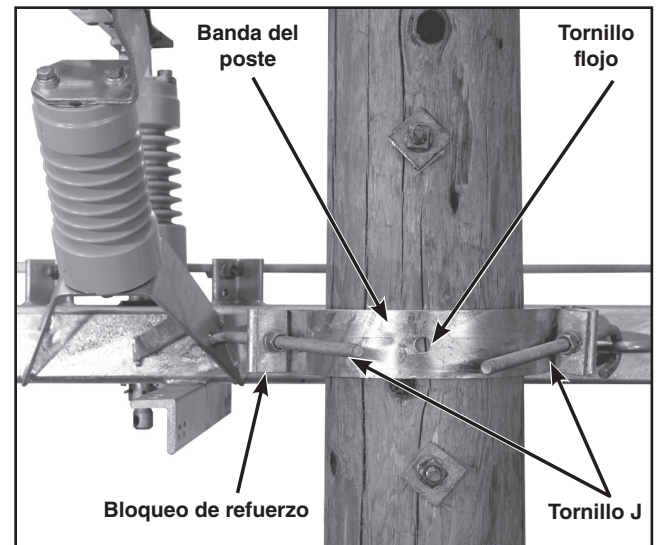

Figura 10. Sujete la banda del poste y los tornillos J.
**PASO 8.** Sujete la banda del poste a la base de la ménsula de ancla del interruptor utilizando los pernos J proporcionados. Utilice un bloque rígido bajo cada tuerca. Vea la Figura 10.